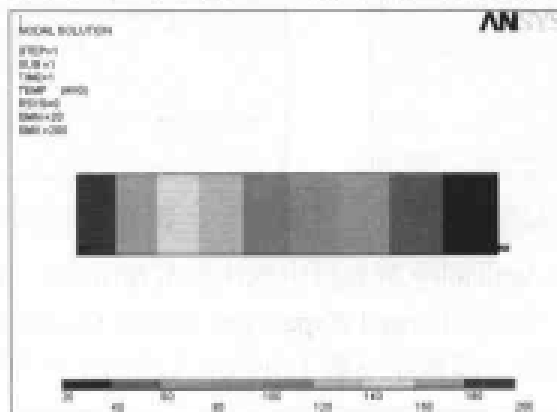

图 13-9 温度场分布等值线图
(1) 选择 Main Menu | General Postproc | Read Results | Last Set 命令。
(2) 选择 Main Menu | General Postproc | Plot Results | Contour Plot | Nodal Solu 命令, 出现 Contour Nodal Solution Data 对话框。选择 Nodal Solu | DOF Solution | Nodal Temperature, 单击 OK 按钮, ANSYS 显示窗口显示如图 13-9 所示的温度场分布等值线图。